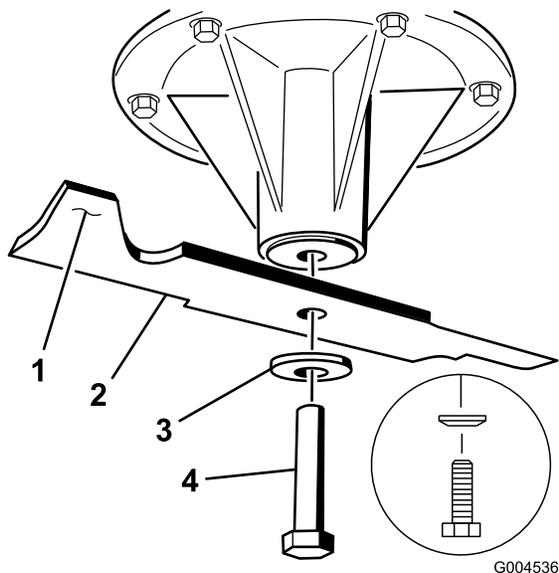

Bild 81
- Setzen Sie das Messer auf die Spindelwelle (Bild 81).
- Setzen Sie die Federscheibe und die Messerschraube ein (Bild 81).
Hinweis: Der Konus der Federscheibe muss bei der Installation in Richtung Schraubenkopf zeigen (Bild 81).